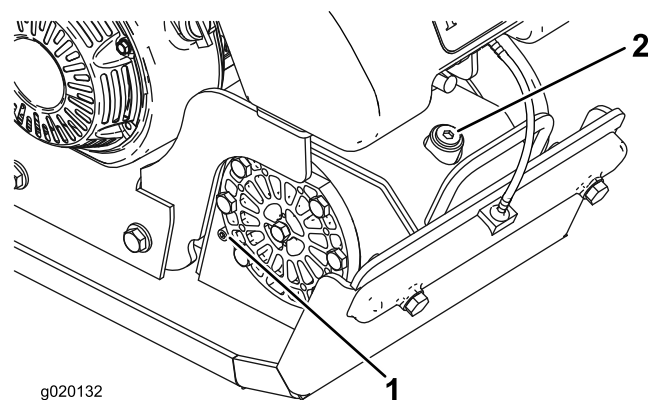

Figura 20
2. Coloque un recipiente debajo del tapón de aceite y retire el tornillo del tapón de aceite situado en el lateral del alojamiento de la excéntrica (Figura 20).
2. Coloque un recipiente debajo del tapón de aceite y retire el tapón de llenado y el tornillo del tapón de aceite (Figura 20). Coloque un recipiente de aceite usado debajo del tapón de aceite.
3. Incline la plancha compactadora ligeramente hacia adelante y utilice una pistola de succión para retirar el aceite a través del orificio de llenado (Figura 20).
4. Vierta aceite lentamente en el orificio de llenado hasta que salga aceite del tapón de aceite (Figura 20).